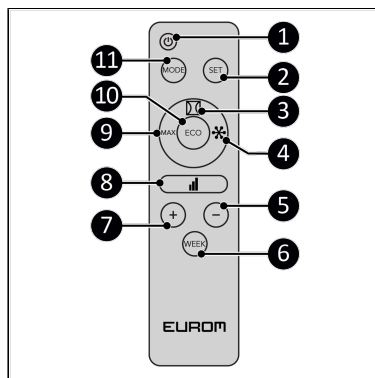

Figuur 5.
Statusaanduiding (Figuur 5, pos. 1):
Temperatuuraanduiding (Figuur 5, pos. 2):
Tijdsaanduiding (Figuur 5, pos. 3):
Dagaanduiding (Figuur 5, pos. 4):